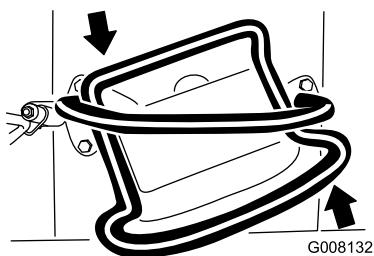

Figura 10
- Para virar para a esquerda, rode o controlo de tração no sentido contrário ao dos ponteiros do relógio (Figura 10).